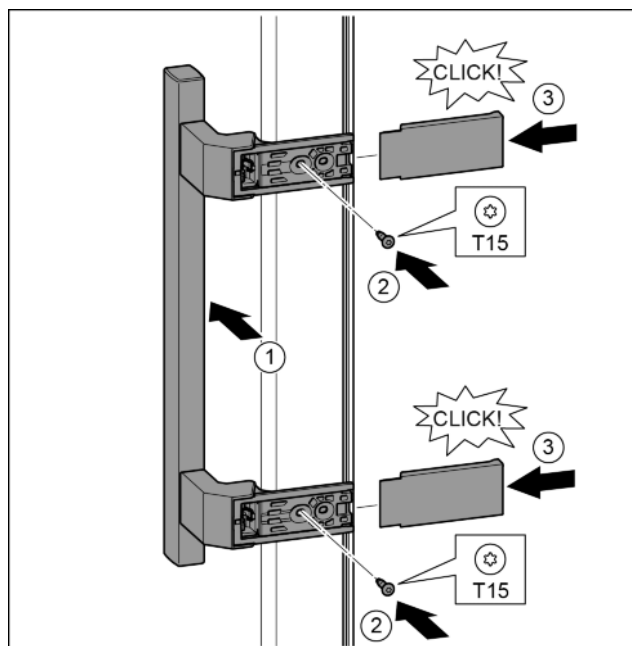

Fig. 39
- Nasad'te madlo na protilehlé straně. Fig. 39 (1)
- Šroubovákem T15 pevně utáhněte šrouby. Fig. 39 (2)
- Kryty bočně nasad'te a nasuňte. Fig. 39 (3)